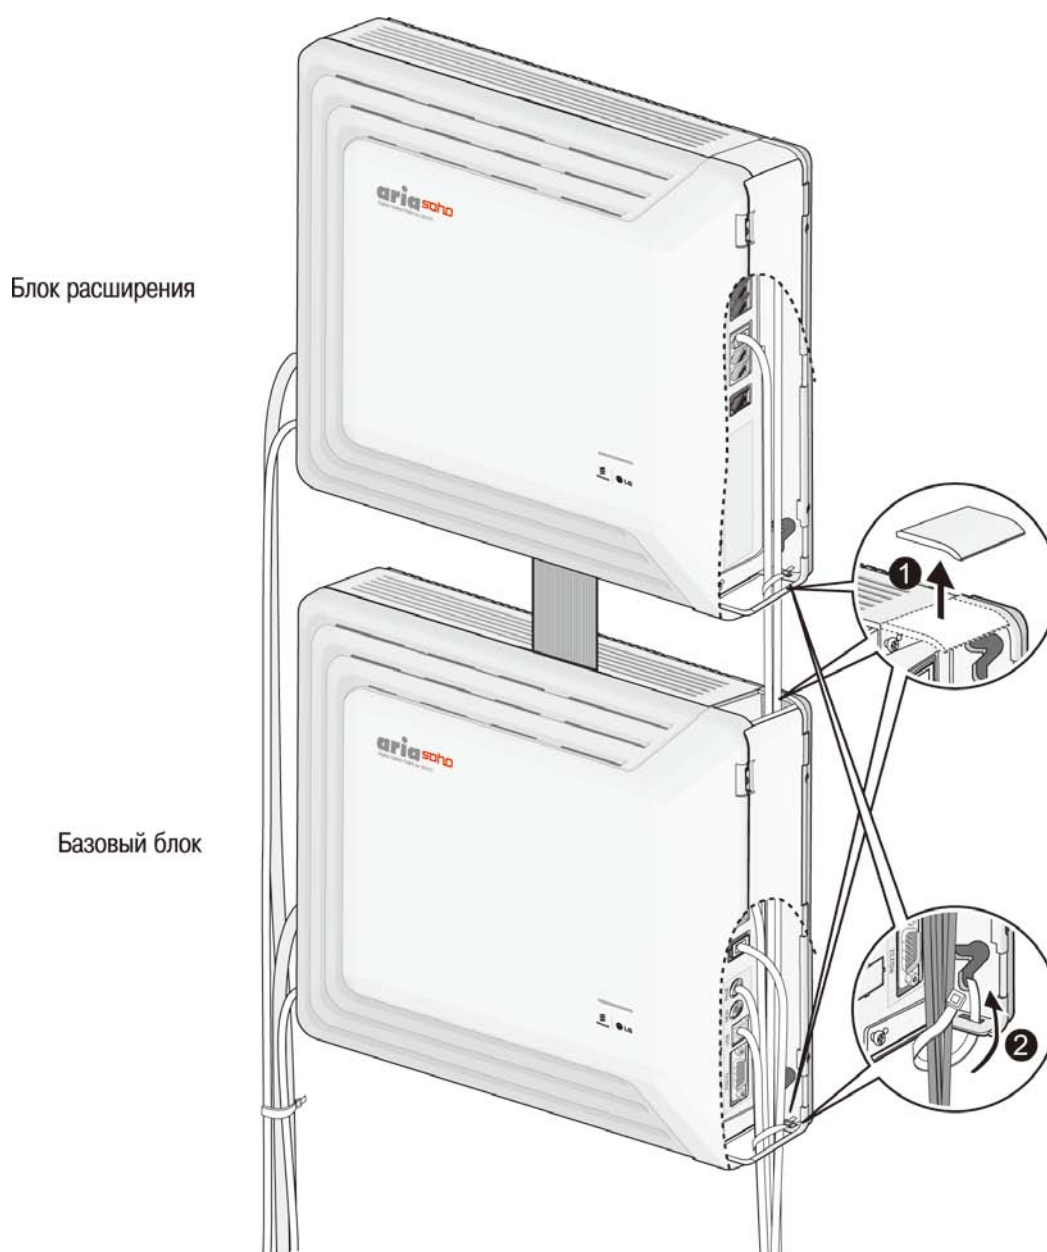

Рис. 5.2.1 Прокладка кабелей при настенном монтаже
2. Подсоедините кабели к порту CO/STA и к портам МОН/USB/RS-232C как показано на Рис. 5.2.1.